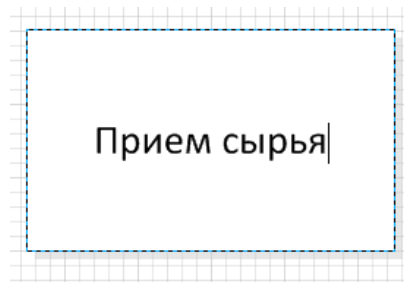

Рисунок 16.4
- ввести название первой технологической операции = "Прием сырья" (рис. 16.4).